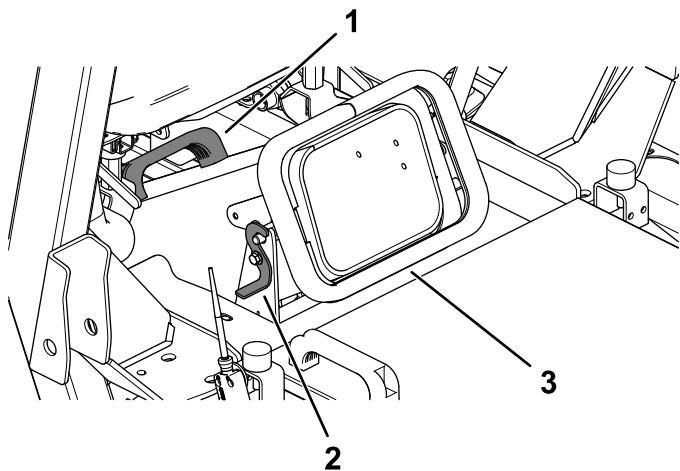

Рисунок 27
6. Освободите защелку разгружающего спуска (Рисунок 27).
- Взявшись за ручку на спуске, снимите разгружающий спуск и очистите его и отверстие в деке газонокосилки (Рисунок 27).
- Установите разгружающий спуск и зафиксируйте его защелками (Рисунок 27).